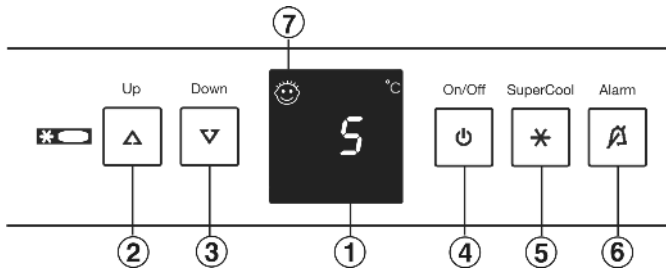

Fig. 2
- ▶ Premere il tasto On/Off Fig. 2 (4).
- ▶ Attivazione del modo regolazione: premere il tasto SuperCool Fig. 2 (5) per ca. 5 s.
- ▶ Con il tasto di regolazione Up Fig. 2 (2) e con il tasto di regolazione Down Fig. 2 (3) selezione  $h$ .
- ▶ Confermare: premere brevemente il tasto SuperCool Fig. 2 (5).
- ▶ Regolazione del display più chiaro: premere il tasto di regolazione Up Fig. 2 (2).
- ▶ Regolazione del display più scuro: premere il tasto di regolazione Down Fig. 2 (3).
- ▶ Confermare: premere il tasto SuperCool Fig. 2 (5).
- ▶ Disattivazione del modo regolazione: premere il tasto On/Off Fig. 2 (4).